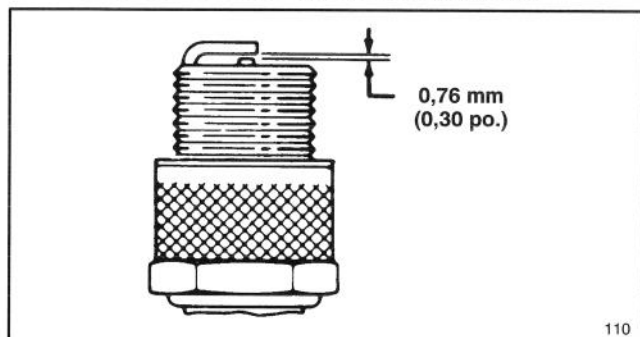

Figure 32
3. Réglez l'écartement des électrodes de la bougie neuve à 0.030" (0.76 mm) (Fig. 32). Posez ensuite la bougie dans la culasse. Serrez-la à 15 lb/pi. (20.4 N.m). Si vous ne vous servez pas d'une clé dynamométrique, serrez-la fermement.